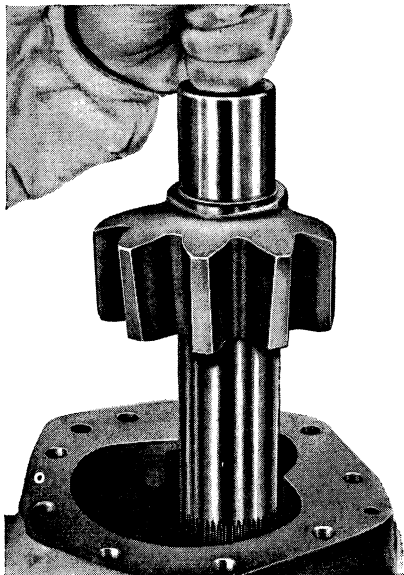

Fig. 15.
Sectoras (60) in de middenstand van de vertanding naar boven uit het huis trekken (fig. 15). Na het verwijderen van de borgveer (63) kan de stelbout (62) met het geleidingsplaatje (61) uit de sectoras worden genomen.
L'arbre porte-secteur (60) doit être placé en position médiane de la denture, soulevé et sorti du boîtier (fig. 15). Après avoir dégagé le circlip (63), ôter la vis de rattrapage de jeu (62) et la rondelle de guidage (61) de l'arbre porte-secteur.